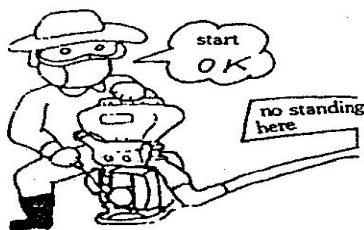

Fig.14
- Ne jamais rester devant la sortie du gicleur (Fig.14).